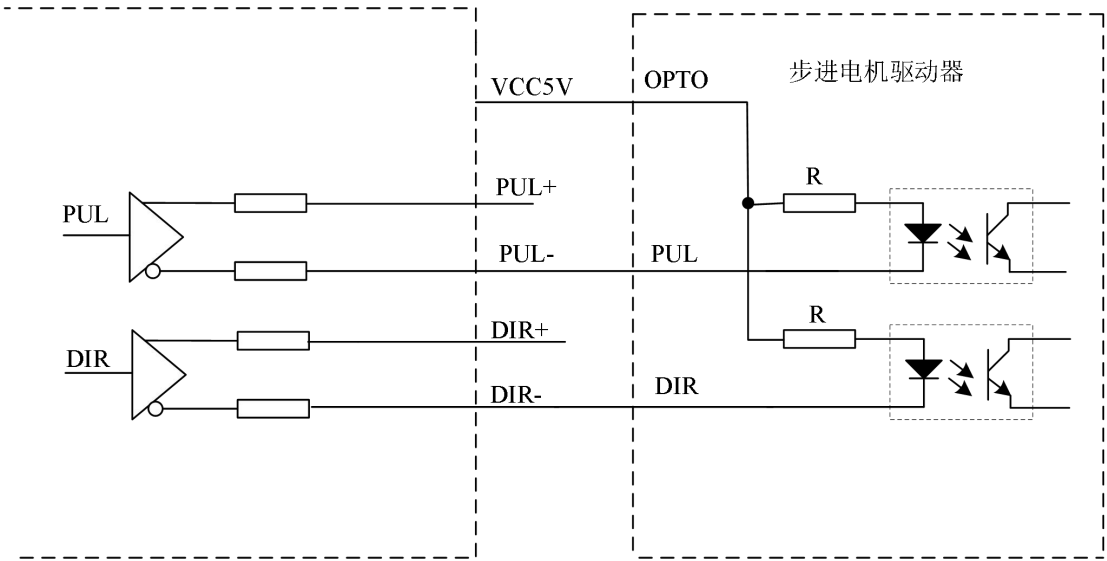

图 6-1 与步进电机驱动器的单端信号接线图
1. MCX00A 运动控制器与步进电机驱动器的单端信号接法步进电机驱动器，典型连接电路如图 6-1 所示。